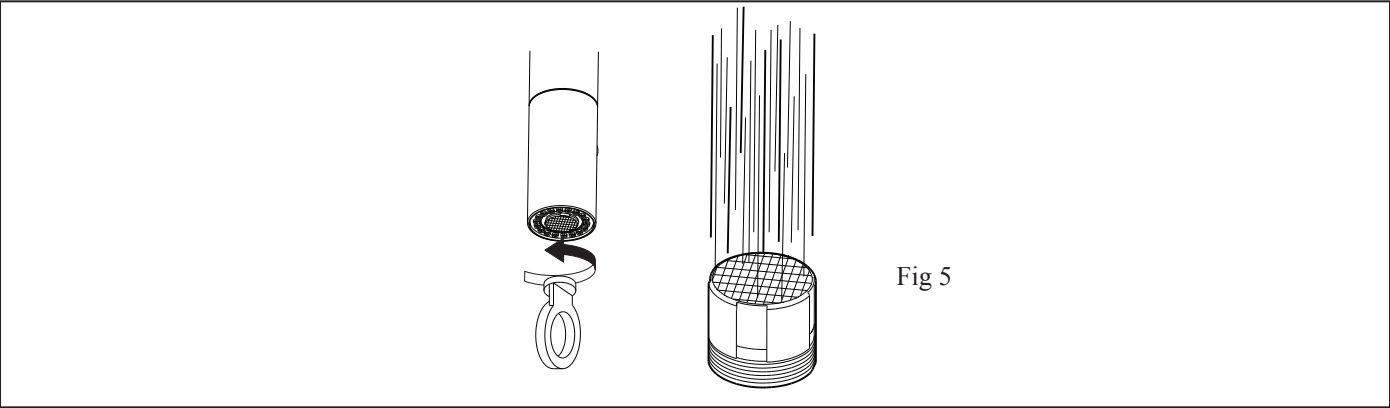

Fig 5
- Nettoyer et rincer l'aérateur (fig 5).
- Clean and rinse the aerator (fig 5).